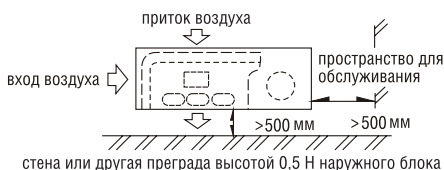

Рис.10
- Вокруг наружного блока кондиционера должно быть достаточно свободного пространства для монтажа и технического обслуживания (см. рис.10). Не должно быть препятствий входу и выходу воздуха из кондиционера.